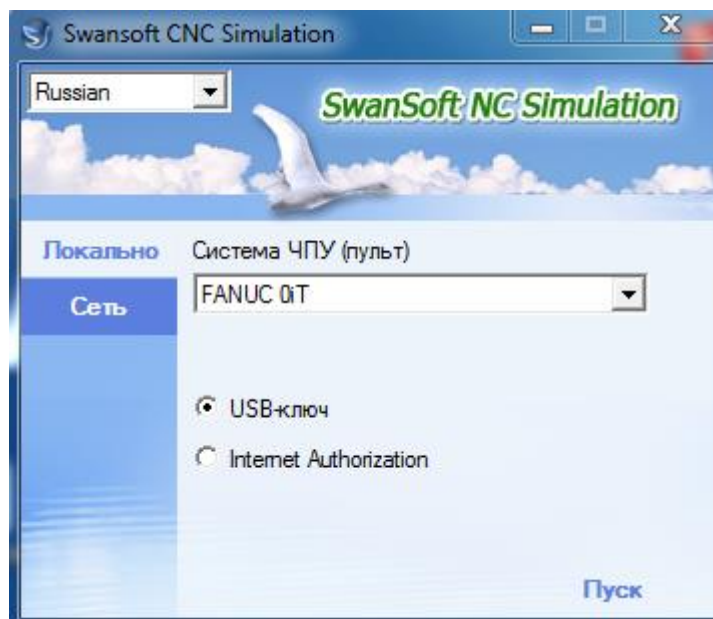

Рисунок 1.5 - Вікно вибору CNC системи
1.1. Запустити програму «Swansoft CNC Simulation» . В діалоговому вікні CNC системи виберіть систему ЧПУ FANUC 0iT. Встановіть мову програми вибравши її зі списку. Натисніть клавішу «Пуск» (рис. 1.5).